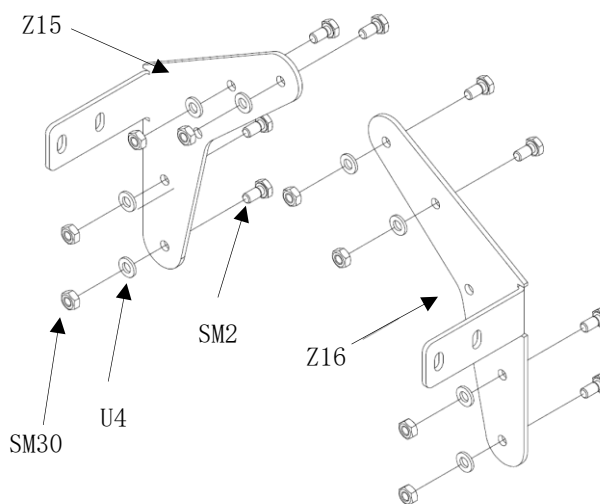

Abb. 11
- die beiden Giebelverbinder (links/rechts) (Pos. Z15/ Z16) werden mit den entsprechenden Verschraubungen bestückt. (Abb. 11)